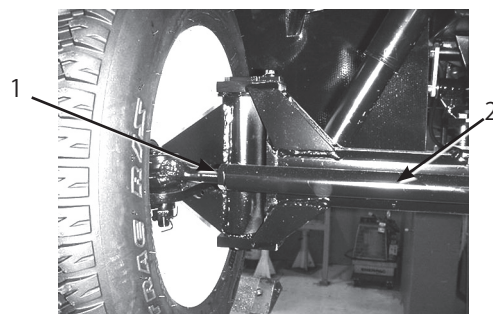

図51
3. 前後の測定値の差が所定範囲にない場合、タイロッド両端のジャム・ナットを外して調整を行う (図 51)。